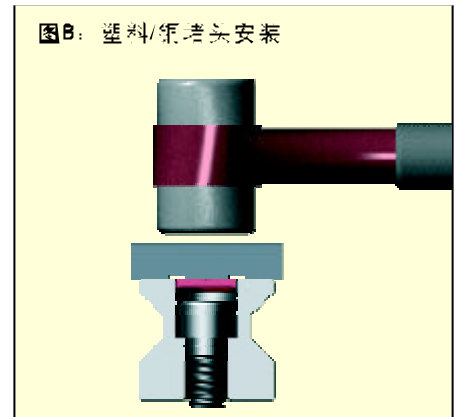

图8：塑料/钢堵头安装
- 安装塑料或钢堵头时，应垫放隔板后用锤轻敲(见图8)。先把堵头放在导轨孔上，注意堵头柱端面与导轨面平行。先用钎子轻敲，然后检查全套堵头，清除掉产生的碎屑。随后再用锤子直到堵头与导轨平直齐平为止。
- 供货时钢堵头MRZ为两件式。先把衬套放在螺钉头上，然后把堵头插进衬套里。注意堵头柱端面与导轨面平行。用液压安装工具 MWH 把堵头压入孔内。(见图8)。